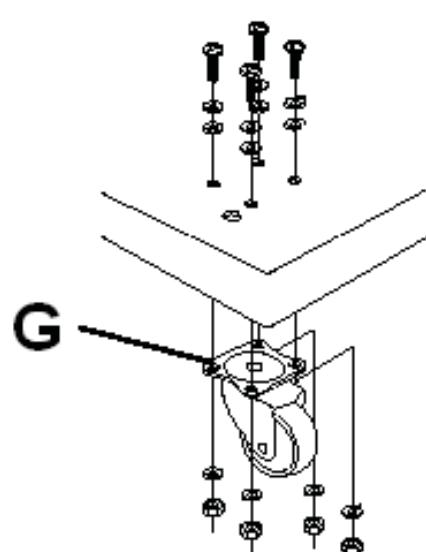

Рис. 2
- Прикрепите четыре ролика к нижней стороне основания при помощи болтов с контргайками и гайками. (Рис.2)